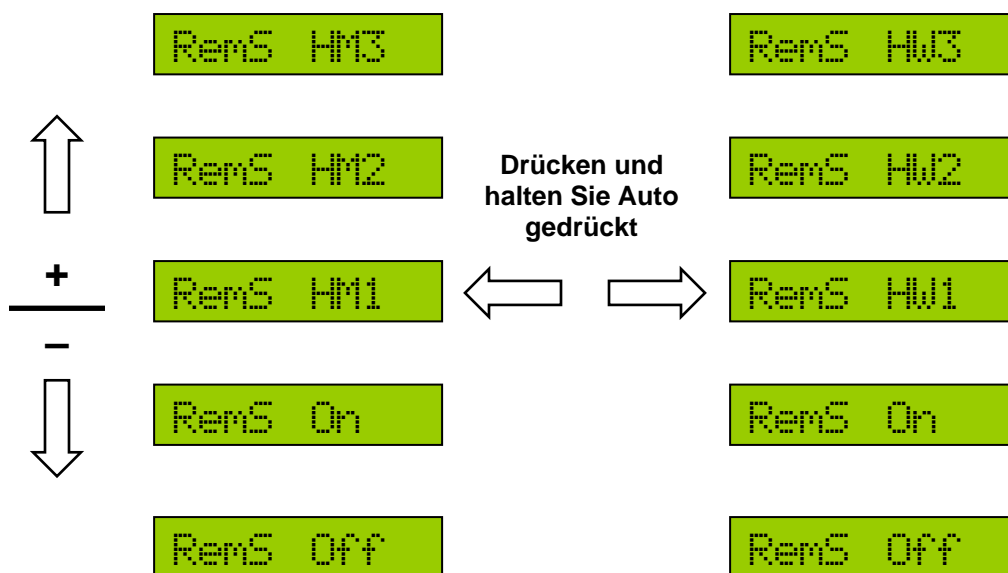

Abbildung 14: Vorgewende-Hilfe und Außenbetätigungs Menü
- Schalten Sie „SETUP (NO)“ [Installation (Nein)] um, bis die Anzeige „More?“ [Mehr] anzeigt. Schalten Sie "AUTO (YES)" um, um zu bestätigen.
- Indem Sie im Vorgewende-Hilfemenü zu einem beliebigen Zeitpunkt „AUTO (YES)“ drücken und gedrückt halten, können Sie zwischen dem Gestängeflügel-Modus und dem Zentralhub-Modus umschalten. **Abbildung 14** zeigt die Menüstruktur für das Vorgewende-Hilfemenü an.